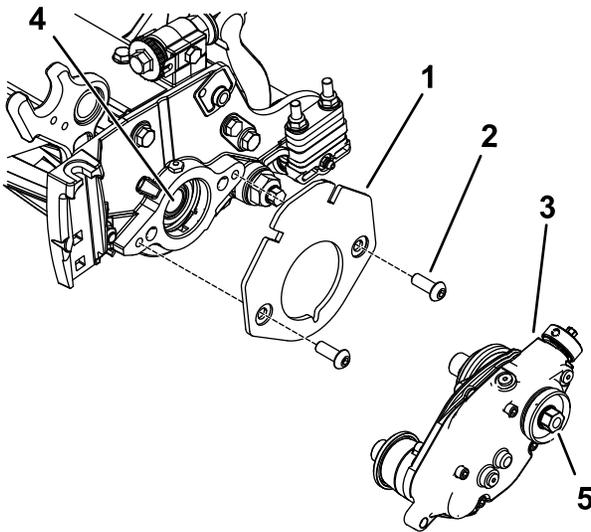

Figura 8
- Fije el soporte de los pesos al molinete con 2 pernos allen de cabeza redonda ($\frac{3}{8}$ " x $\frac{3}{4}$ "), como se muestra en Figura 8.
- Aplique fijador de roscas de resistencia media (por ejemplo, Loctite® 243 azul) a las roscas del eje interno del molinete (Figura 8).
- Conecte la caja de transmisión del groomer al eje del molinete (Figura 8) usando la cabeza